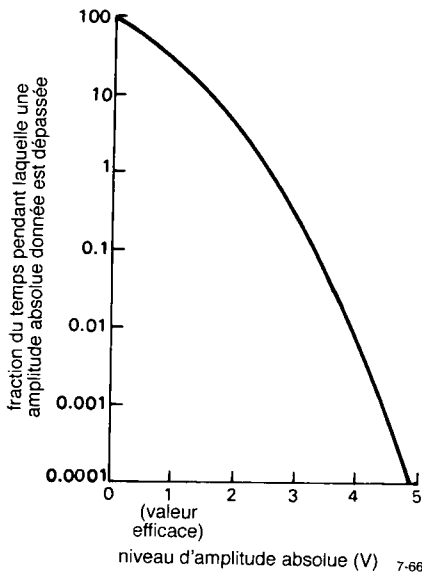

Figure 7.66 - Occurrences relatives des amplitudes dans le bruit gaussien.
4. Fréquence relative d'occurrence des amplitudes dans le bruit gaussien. La figure 7.66 donne le temps fractionnaire du dépassement d'une amplitude donnée par un bruit gaussien d'amplitude efficace de 1 V.